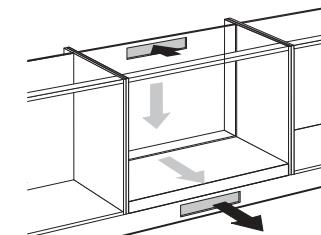

Fig. 8: Ouvertures d'aération
- Sciez les trous d'évent (min. 100 cm2). L'aération se produit par la plinthe et l'armoire de derrière (voir figure 8).